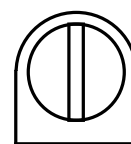

Fig. 6
*La barra de acoplamiento del grifo debe estar exactamente paralela a los bordes laterales del Titrinos, vea Fig. 6.*